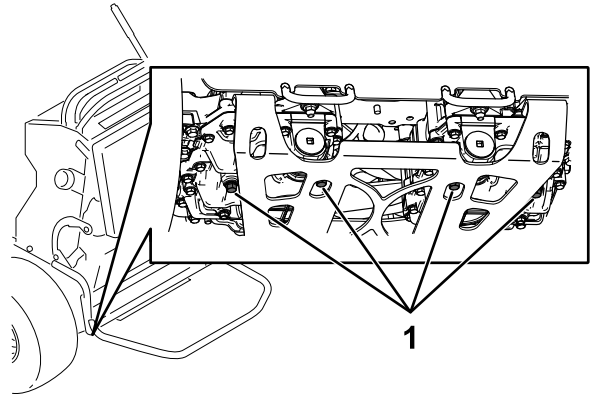

Bild 73
3. Stellen Sie eine Auffangwanne unter die Ablassschraube an der Unterseite des Getriebes (Bild 73).